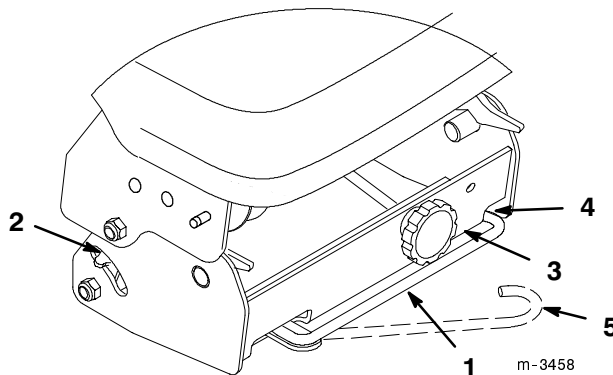

Abbildung 13
6. Das andere Ende des Riemens um die Antriebsriemenscheibe des Mähwerks legen. Es lässt sich mehr Durchhang im Riemen erzielen (falls nötig), indem der Einstellknopf für die Riemen Spannung gedreht wird (Abb. 13).
- C. Wenn die Spannungsanzeiger nicht an beiden Seiten in der gleichen Position sind, die Riemen Spannung lösen, den Einstellknopf drehen und Schritt A und B wiederholen, bis sich die Anzeiger auf die gleiche Position bewegen (Abb. 13).
- D. Sobald die Anzeiger an beiden Seiten in der gleichen Position sind, den Entspannungshebel in den Rollenkasten schwenken und in der in Abbildung 13 gezeigten Position einrasten.